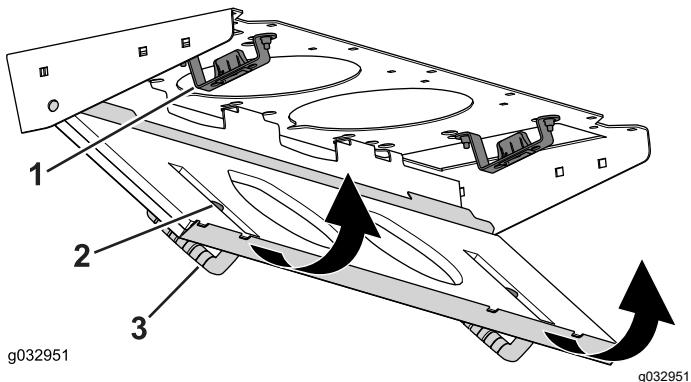

図 83
4. フィルタスクリーンを回転させてラッチをラッチ取り付けアセンブリにロックする図83。